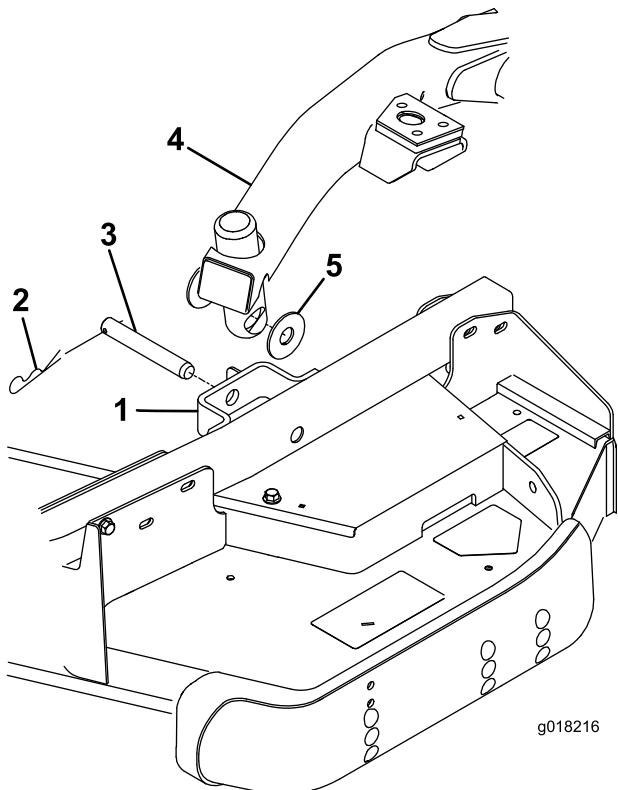

Figura 26
- Portate in avanti l'interruttore di sollevamento in posizione Float. Spingete verso il basso un braccio di sollevamento fino a quando i suoi fori non si trovano allineati ai fori della staffa del braccio della ruota orientabile e l'asta dell'altezza di taglio può essere inserita nei pattini del braccio di sollevamento (Figura 26).
- Fissate il braccio di sollevamento al braccio della ruota orientabile con (2) rondelle di spinta, un perno con testa e una coppiglia. Posizionate le rondelle di spinta tra il braccio di sollevamento e la staffa del braccio della ruota orientabile (Figura 26). Inserite l'estremità della coppiglia nell'apposito intaglio di ritegno presente sulla linguetta del braccio della ruota orientabile.